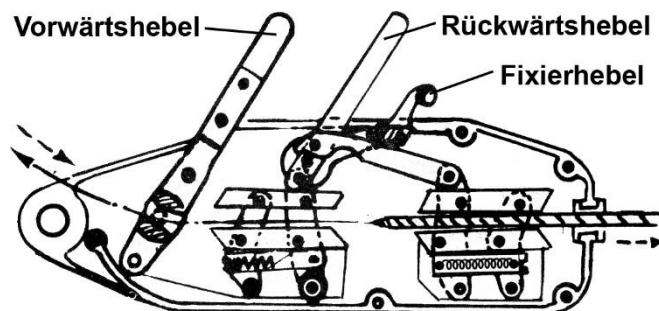

Abb.1
- Drücken Sie den Fixierhebel (15 - Abb.1) nach unten und schieben Sie ihn in Richtung des Rückwärtshebels (14) bis der Fixierhebel einrastet.
- Schieben Sie das Seil in die Öffnung (29) durch die ganze Seilwinde.